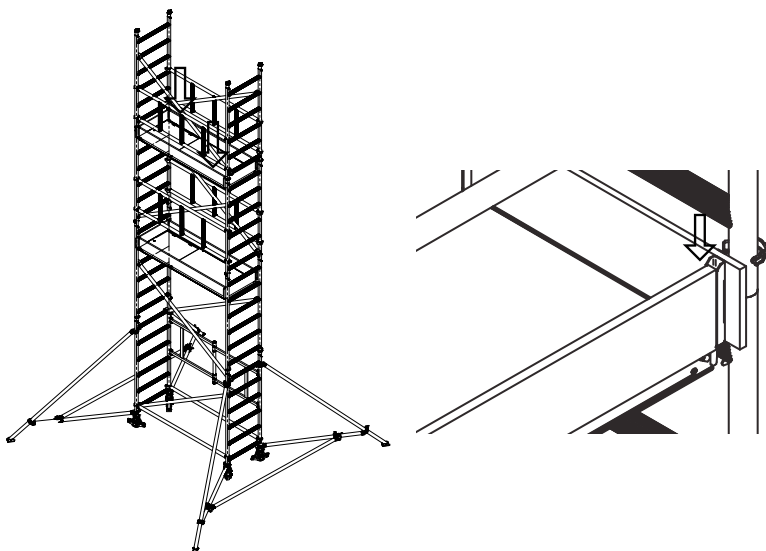

Rys. 84 Montaż Stężeń skośnych
18. Zamontować kolejno stężenia skośne Solid tak aby dolne haki były zamontowane na 1 szczęblu, a górne haki na 5 szczęblu licząc od drugiego podestu. Należy sprawdzić prawidłowe napięcie zabezpieczeń haków (Rys. 84).